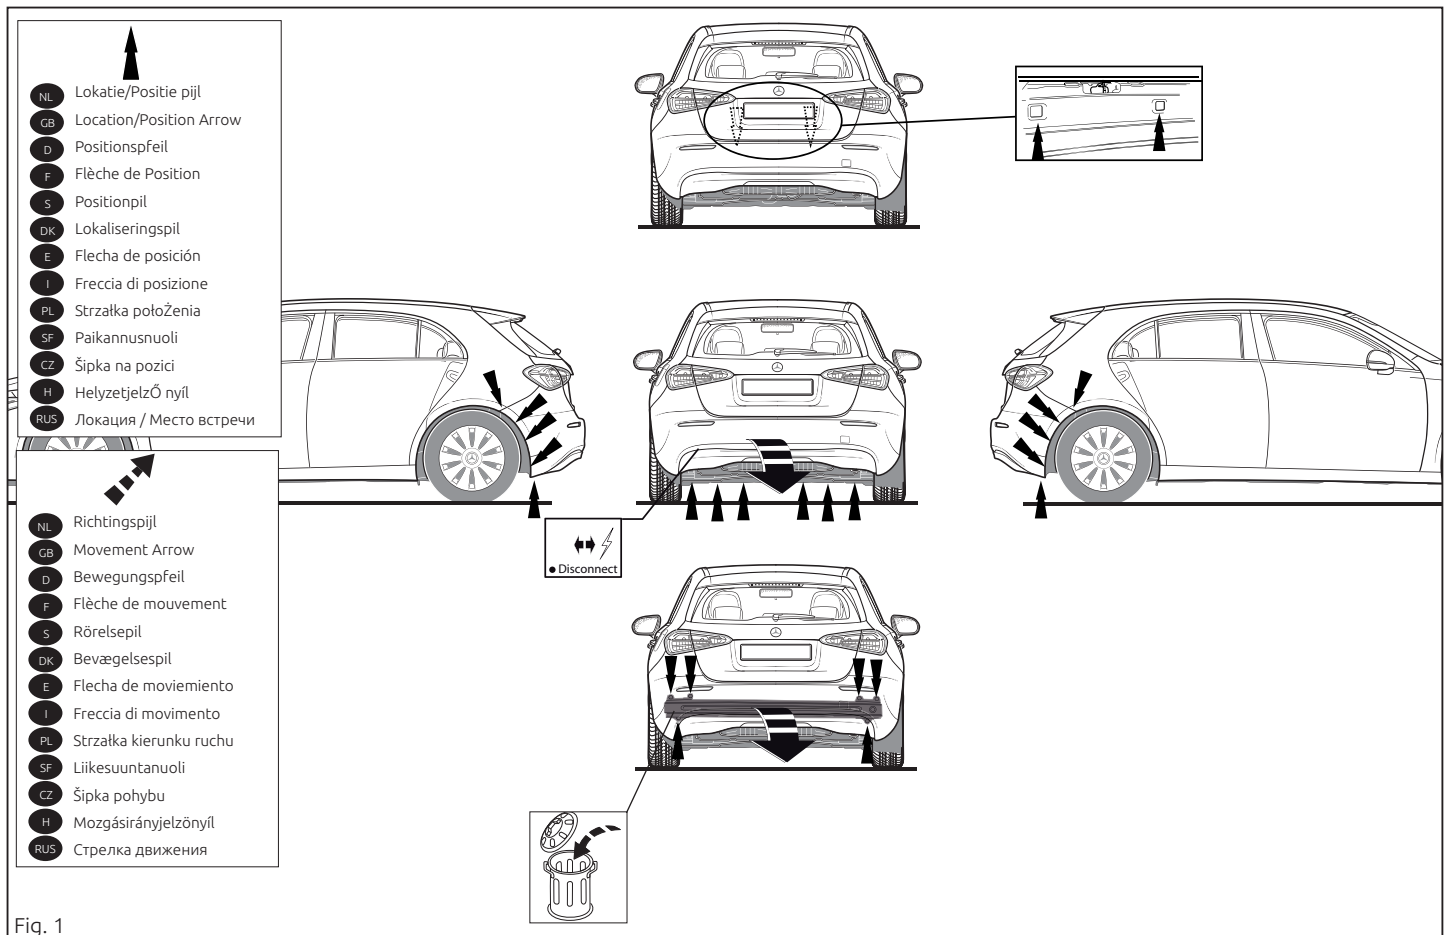

Fig. 1
6. Kit de aangegeven delen af (zie fig. 1)
1. Remove the bumper and the steel buffer beam from the vehicle. The buffer beam will no longer be needed. See figure 1.
6. Seal the portions indicated (see fig. 1).
Fahrzeug abmontieren. Der Stoßbalken wird nicht mehr benötigt. Siehe Abbildung 1.
6. Die angegebenen Teile kitten (siehe Abb. 1).
* Déposer le pare-chocs du véhicule y compris la traverse en acier ; la traverse ne sera plus utilisée. Voir la figure 1
6. Tillslut delarna enligt figuren (se fig. 1).
1. Demonter kofangeren, inklusive køretøjets stålstødbjælke. Stålstødbjælken skal ikke længere anvendes. Se fig. 1.
6. Smør kit på de markerede dele (jævnfør fig. 1).
1. Снять бампер вместе со стальным буферным брусом автомобиля. Буферный брус больше не понадобится. См. рисунок 1.
6. Герметизировать обозначенные части (см. рис. 1)